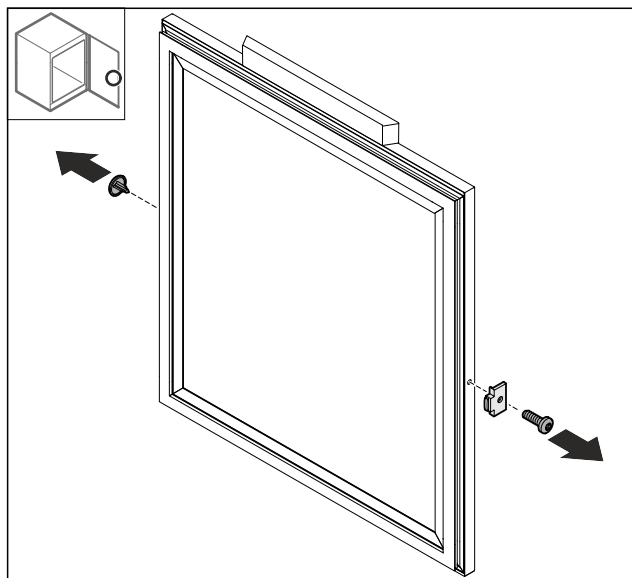

Fig. 73
- Ta bort skyddet Fig. 73 (1).
- Demontera dörrstoppet Fig. 73 (2).